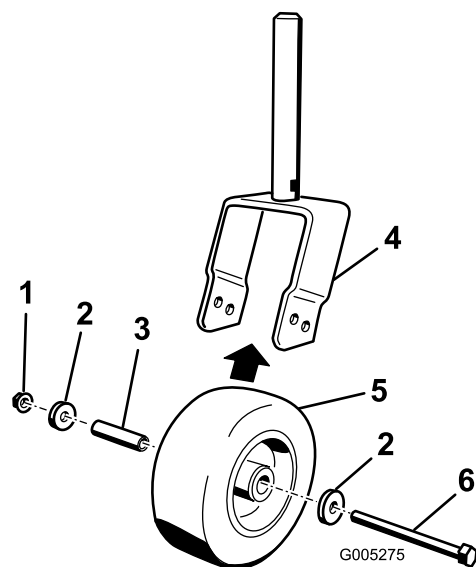

Figura 18
1. Togliere il dado di bloccaggio dal bullone che fissa la rotella orientabile e le rondelle alla forcella (Figura 18). Afferrare la ruota orientabile ed estrarre il bullone dalla forcella. Rimuovere la chiave per pneumatici dall'interno del gruppo della ruota.